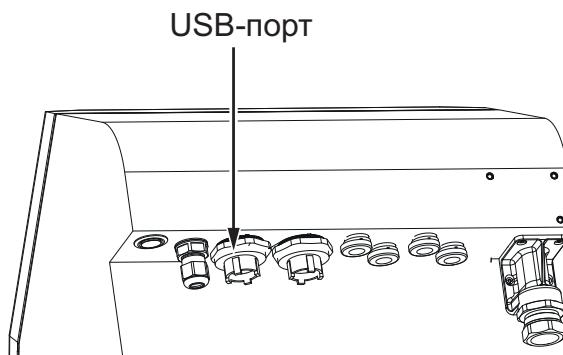

Рис. 4-12: Расположение USB-порта
- Найдите USB-порт на тыльной стороне принтера (см. Рис. 4-12) и вставьте USB-накопитель.